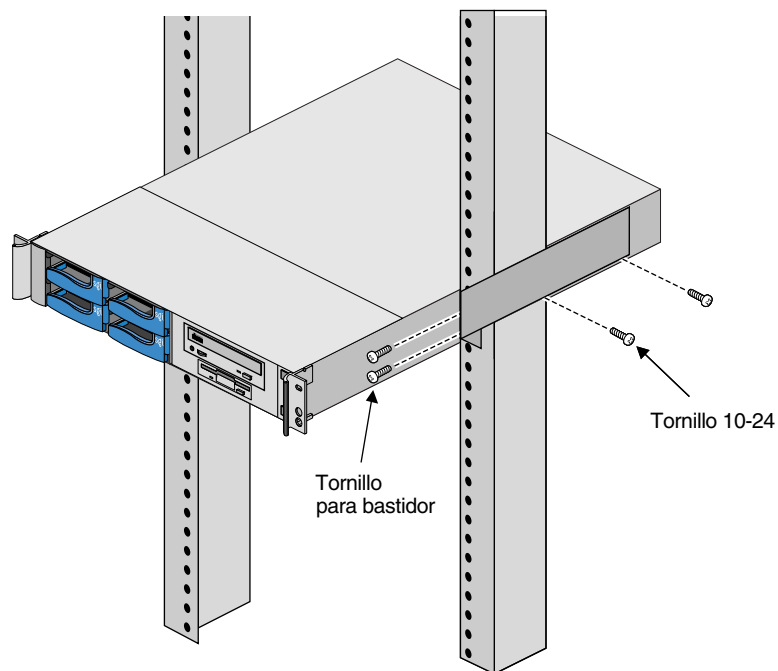

Figura 3-2 Instalación central del chasis en un bastidor
4. Mientras una persona desliza el sistema desde la parte frontal del bastidor hacia los soportes y lo mantiene en su lugar, la otra persona hace coincidir los dos orificios superiores para tornillos ubicados en la parte frontal. Golpee suavemente el sistema e instale los dos tornillos superiores de la parte frontal del chasis, sin ajustarlos, de manera que sostengan la mayor parte del peso del sistema. Véase la Figura 3-2.